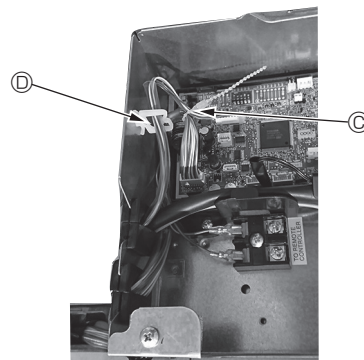

Fig. 10-14
- Plaats overtollige verbodingsbedrading van de i-see-Sensor en signaalontvanger in de schakeldoos en in de bedradingsklem zoals aangegeven in de tekening en bind de bedrading samen met de clip. (Fig. 10-14)